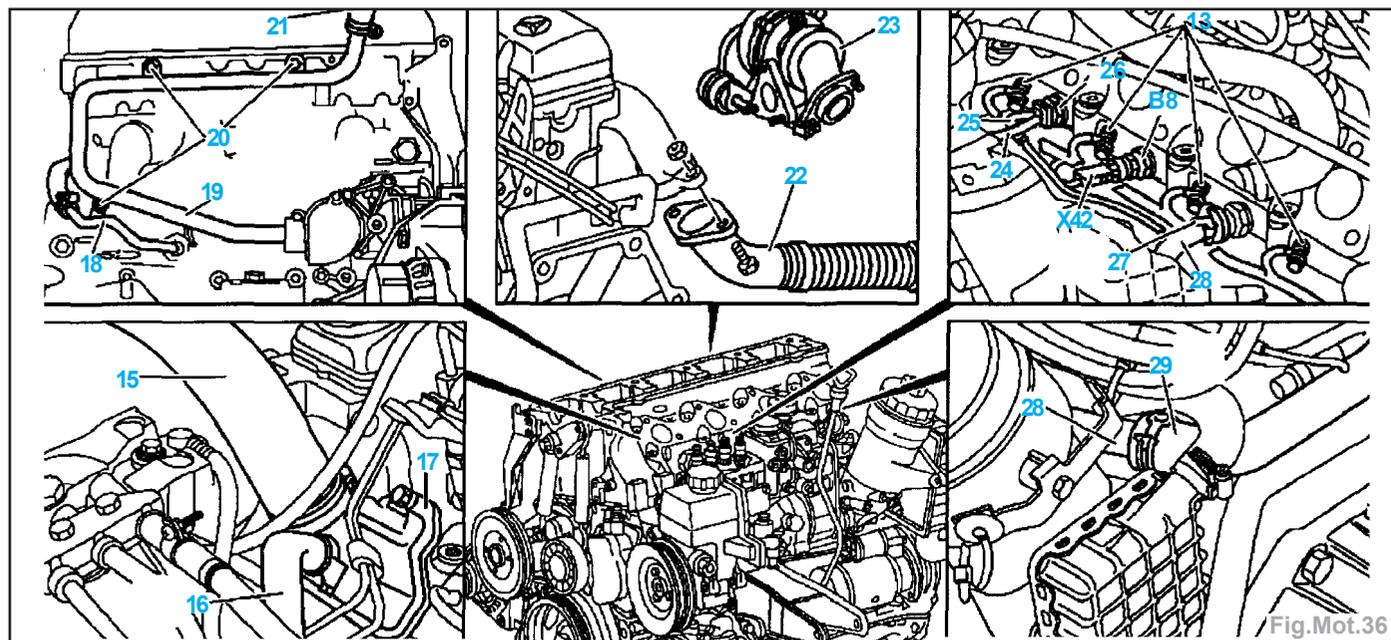

Fig.Mot.36
- Dévisser les vis (11) et poser de côté le filtre à carburant (12), les conduites restant raccordées.
- le levier tendeur de ressort (3) et le ressort de traction (2).
- Dévisser la vis (1) de l'amortisseur sur la culasse.
- Démontez les conduites de dépression (7) et (8) sur la pompe à vide.
- Déposer la béquille de soutien (5) du support d'alternateur.
- l'arbre à cames (9),
- la glissière (6) sur la culasse.
- Défaire les raccords électriques sur les bougies de préchauffage (R13 à R16) (Fig.Mot.36).
- Retirer les conduites de dépression (24) et (25) sur la valve thermostatique (26).